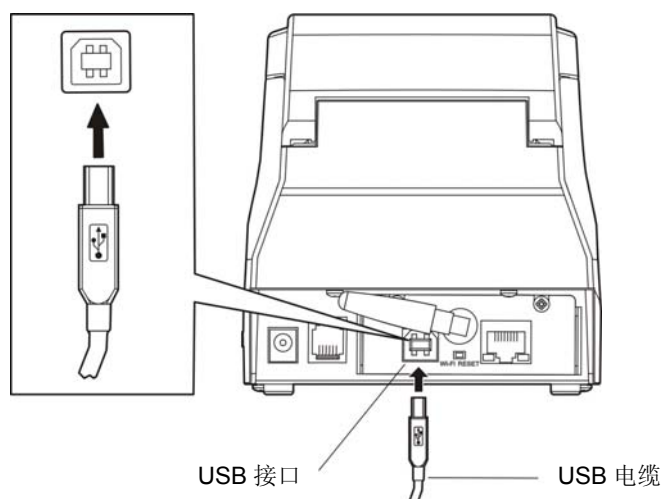

图 2-4 连接 USB 电缆
2. 将 USB 电缆的 B 端插头（方型）插进打印机的 USB 接口插座中（如图 2-4 所示）。